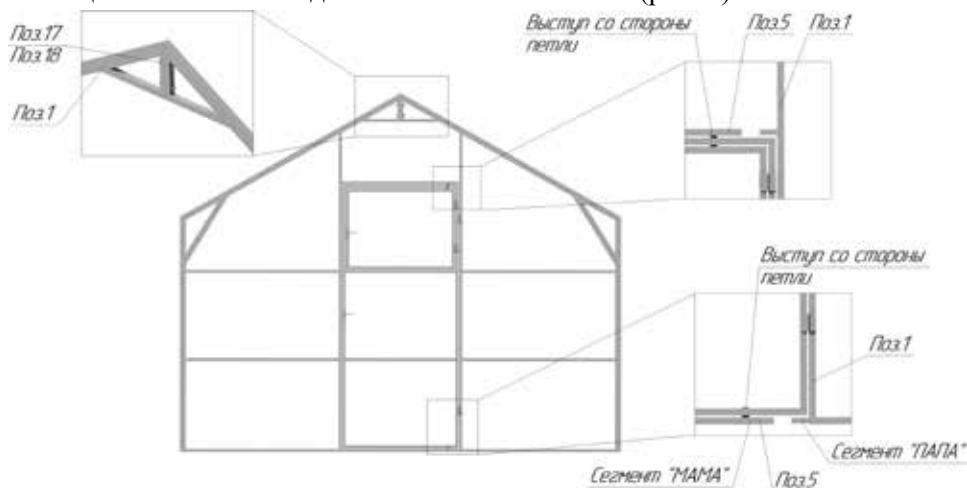

Рисунок 2 – Сборка торцов
3. Установить стяжку **Поз.5** между частями торцов **Поз.1** упором со стороны петель двери (рис.2)
4. Зафиксировать совмещенные элементы саморезами **Поз.19** и с помощью болтового соединения **Поз. 17** и **Поз.18** (рис. 2)